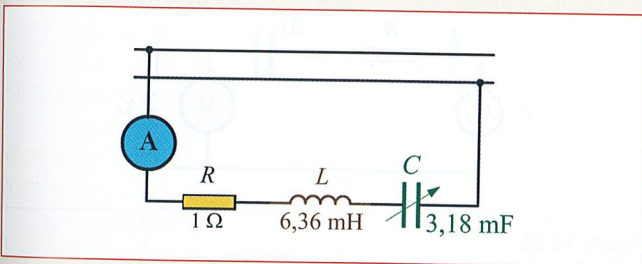

Figura 13.41.
13.1. El circuito R-L-C de la Figura 13.41 se encuentra alimentado por una red de 220 V y 50 Hz, halla: